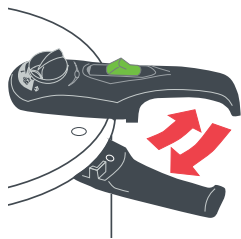

Fig.5
Pega da panela (10). Além de ser usada para transportar a panela, a pega da panela fica travada com a pega da tampa quando a tampa é rodada no sentido horário (Fig. 5).